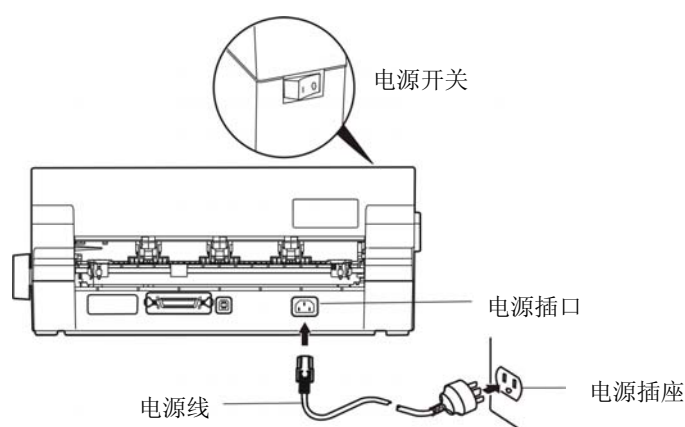

图 2-11 连接打印机电源线
1. 如图 2-11 所示，确保打印机为关机状态（当开关被按下的一侧在“O”标注处时为关机状态）。